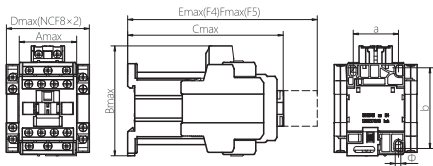

图3 NC8-09~38系列交流接触器外形与安装示意
6.3 NC8-09~38系列交流接触器安装尺寸与外形尺寸，见图3及表5，型号规格重量见箱贴。